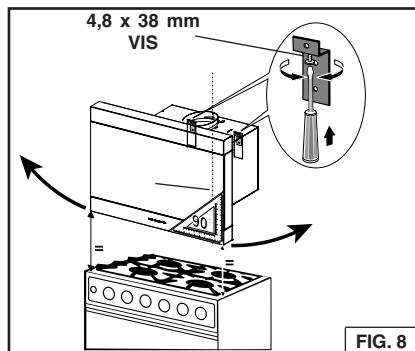
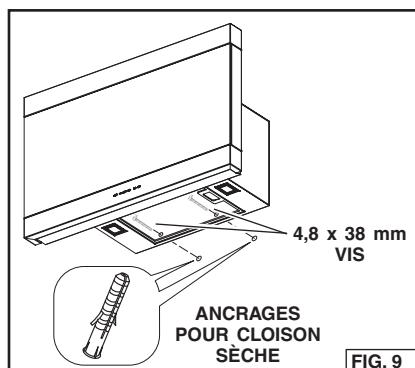

FIG. 8
FIG. 9
3. Vérifiez que la hotte est parallèle au sol. Utilisez des vis d'ajustement pour mettre à niveau. Fig. 8.
4. De l'intérieur de la hotte, localiser (2) trous pour ancrages pour cloisons sèches. Marquez leur emplacement sur le mur.
5. Enlever la hotte de la paroi et percer (2) trous Ø8mm (5/16 po). Insérer les ancrages pour cloison comme illustré. Fig. 9.
6. Placer la hotte sur les supports muraux, puis fixez-le avec (2) 4,8 x 38mm vis.